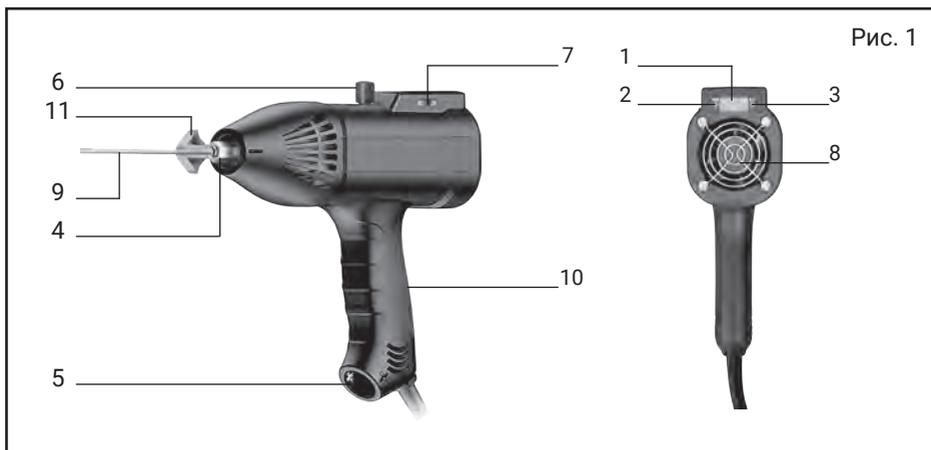

Рис. 1
4.1 Основные функции и внешний вид сварочного инвертора представлены на рис. 1.
4.2 Сварочный инвертор выполнен в пластиковом корпусе с вентиляционными отверстиями и снабжен вентилятором охлаждения (рис. 1, поз. 8) для отведения излишнего тепла. В передней части находится разъем для подключения электрода (рис. 1, поз. 4). Разъем для подключения силового провода с зажимом (рис. 1, поз. 5) расположен в нижней части рукоятки (рис. 1, поз. 10), а также в верхней части инвертора расположены выключатель (рис. 1, поз. 7), регулятор сварочного тока (рис. 1, поз. 6), индикатор термозащиты (рис. 1, поз. 3), индикатор включения (рис. 1, поз. 2) и информативный дисплей (рис. 1, поз. 1).
- электрод должен подключаться к разъему «-» (рис. 1, поз. 4), для этого установите электрод и зафиксируйте его фиксатором (рис. 1, поз. 11) (перед подключением необходимо ознакомиться с информацией на упаковке с электродами);
- силовой провод с зажимом подключается к разъему «+» (рис. 1, поз. 5), а зажимом крепиться как можно ближе к месту сварки.
7.2 После подключения сварочного инвертора к сети, для включения необходимо перевести выключатель (рис. 1, поз. 7) в положение « |.», после чего должен загореться индикатор включения (рис. 1, поз. 2).
7.3 Ток сварки необходимо выбирать в зависимости от свариваемого материала и диаметра электрода с помощью регулятора сварочного тока (рис. 1, поз. 6).